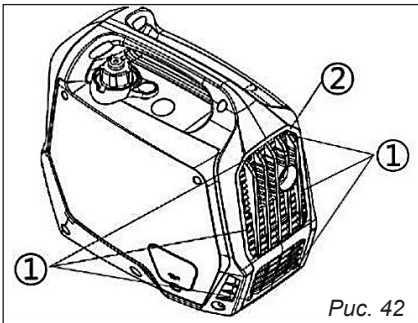

Рис. 42
1. Отвинтите винты ①, а затем потяните наружу на показанных участках крышки ②, рис. 42.